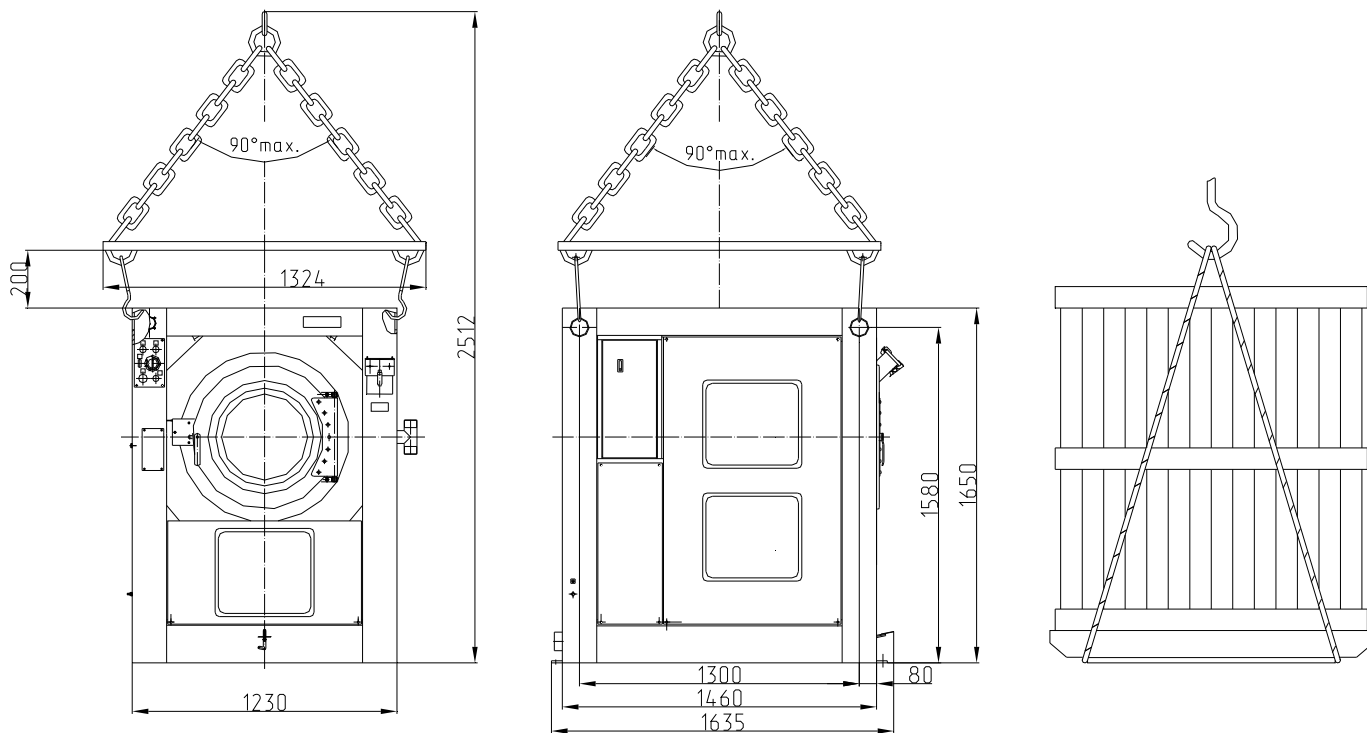

Рис.9
14.9 Транспортировка стиральной машины должна производиться в соответствии со схемой (рис. 9).